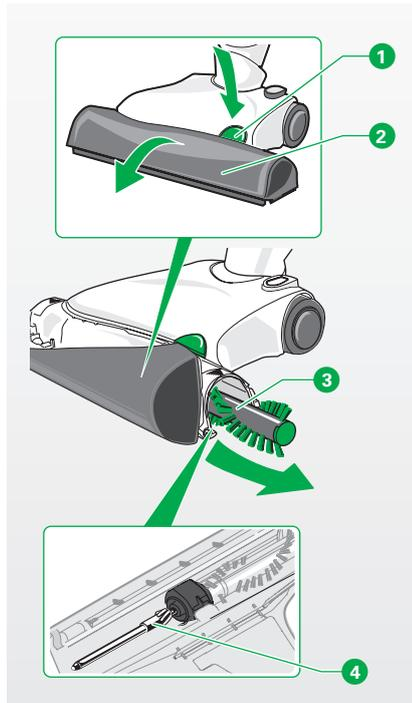

Fig. 4.9 Sfilare le spazzole setola
Le setole verdi devono essere più lunghe delle setole gialle (2, fig. 4.9).
- Controllate di quando in quando che le spazzole verdi siano ancora più lunghe di quelle gialle (2, fig. 4.9).